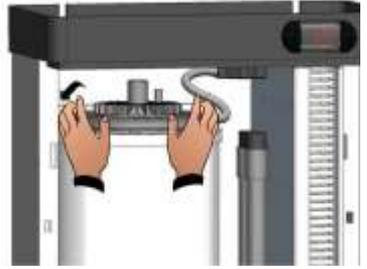

Fig. 30
3. Décrochez le ressort arrière de fixation de la bride vapeur supérieure en la faisant glisser à l'extérieur du cylindre (Fig. 30).